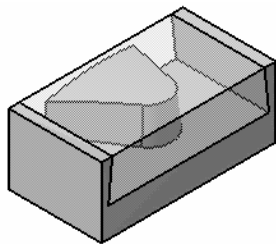

图 5-65 创建的毛坯零件
3) 单击“Rough Stock”对话框中的“确定”按钮, 创建的毛坯零件如图 5-65 所示。